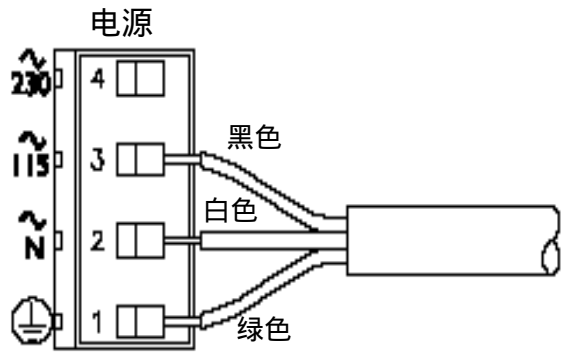

图 2-13
- 无字母前缀序列号分析仪的 TB3 上的“ground symbol”（接地符号）接线端子 1（图 2-13、2-15 或 2-17）